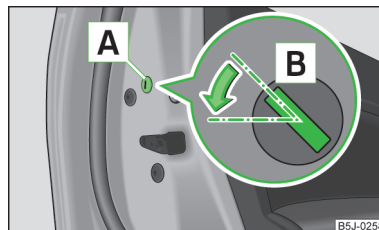

Fig. 12
- Desmontar el paramento **A** » fig. 12.